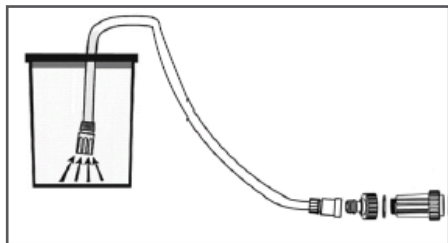

Рис. 10 Подключение аппарата к емкости
- После полного заполнения шланга водой опустите свободный конец шланга в емкость с водой (Рис. 10).